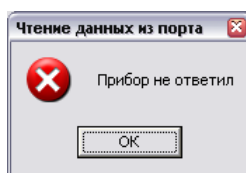

Рисунок 3.3
3.2.1.5. Если по какой-то причине связь с ТЦЭ не была установлена, то возникает сообщение «Прибор не ответил» (рисунок 3.3).